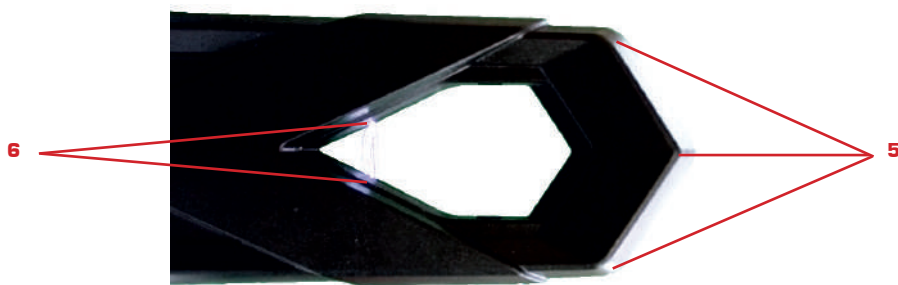

Рисунок 2 – Элементы передней части корпуса изделия:
1.3.2 В передней части корпуса находятся элементы, представленные на рис. 2.